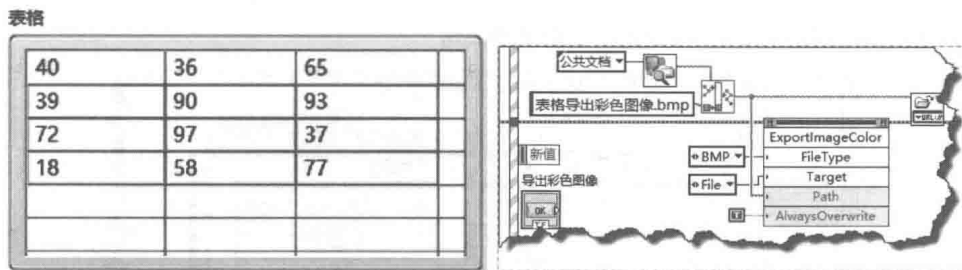
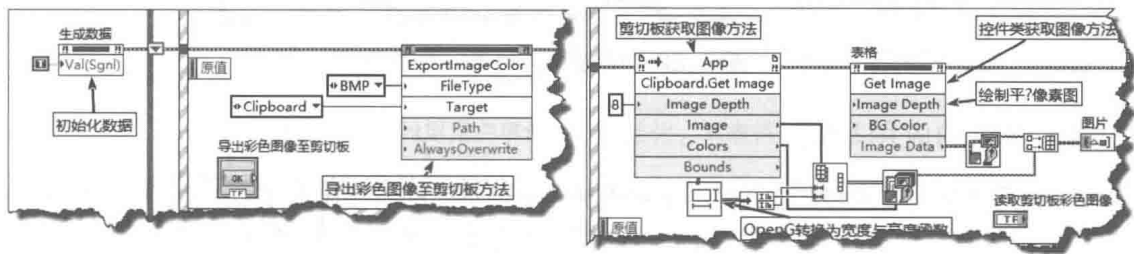

图 7-19 导出彩色图像方法事件分支
图 7-20 导出彩色图像至剪贴板与读取剪贴板图像事件分支
4) “导出彩色图像”方法，该方法导出表格控件的实际显示图像至文件或者剪贴板，如图 7-19 所示。导出 BMP 图像文件，将其存储在计算机文档文件夹中，并在浏览器中显示。
5) 使用“导出彩色图像”方法，既可以将图像导出至文件，也可以导出至剪贴板。图 7-19 所示事件分支导出彩色图像至剪贴板，利用应用类方法读取剪贴板中存储的图像，并将其显示在图片控件中。图 7-20 同时也演示了控件类的“获取图像”通用方法，这两种方式实现同一功能，如图 7-20 所示。